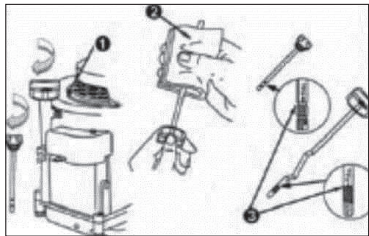

Рис. 4
2. Отверните крышку маслоналивной трубки и извлеките масляный щуп. Проверьте уровень масла. Если уровень масла на щупе ниже метки «Min», добавьте масло до уровня «Full» (см. Рис. 4.)